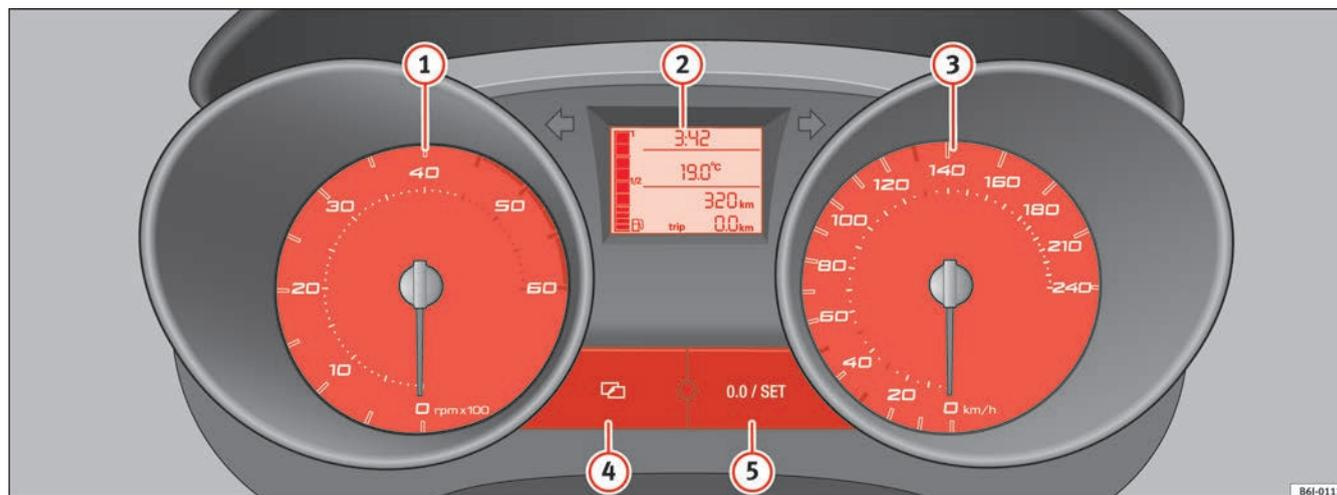

Fig. 30 Dettaglio della plancia portastrumenti: quadro strumenti
Quando la lancetta del contagiri entra nel settore rosso ⇒ pag. 57, fig. 30 ①, significa che il motore, rodato e caldo, ha raggiunto il numero di giri massimo per la marcia inserita. Si consiglia quindi, prima di raggiungere tale settore del contagiri, di passare alla marcia immediatamente superiore o di mettere la leva selettoria nella posizione D oppure di ridurre la velocità.
- Per regolare l'ora, premere il tasto **4** ⇒ pag. 57, fig. 30. L'opzione "ora" lampeggia sul display. Utilizzare il pulsante **5** "set" ⇒ pag. 57, fig. 30 per regolarla.
Quello che si trova sulla parte inferiore è il contachilometri parziale. L'ultima cifra del contachilometri parziale rappresenta le centinaia di metri. Per azzerare il contachilometri parziale si deve premere sul pomello ⇒ pag. 57, fig. 30 ⑥.